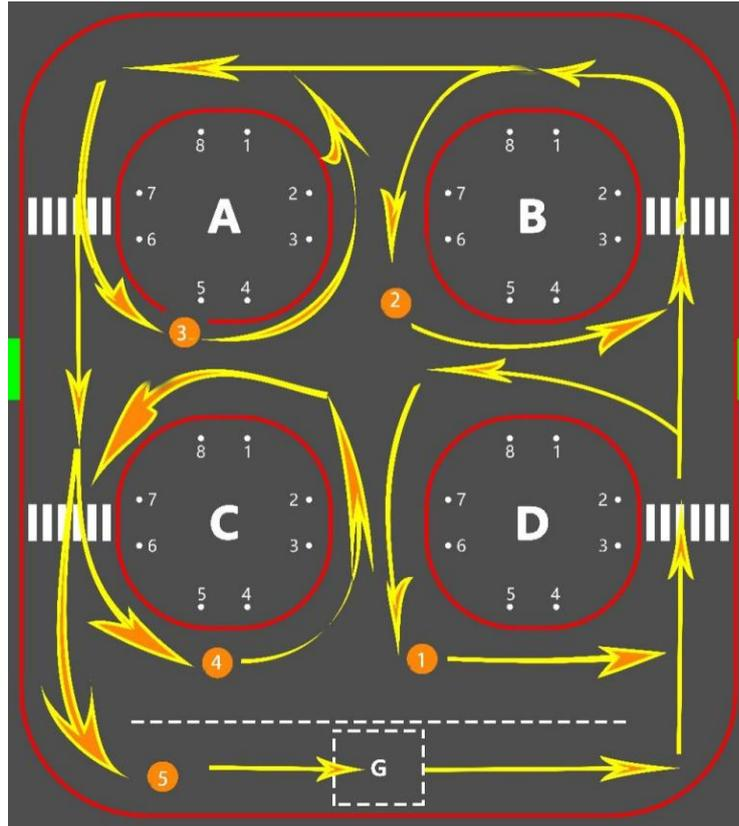

图2-3-2 制造机器人自动驾驶线路图
制造机器人需按照指定线路图（图2-3-2）执行自动驾驶任务，允许选手自行增加辅助路牌标志物（仅限TA1、TA2），辅助制造机器人完成转向动作，具体步骤以及要求如下：
3、当行驶所有路线（线路见图2-3-2）的后，继续沿路线①行驶，并清除新设的障碍物。